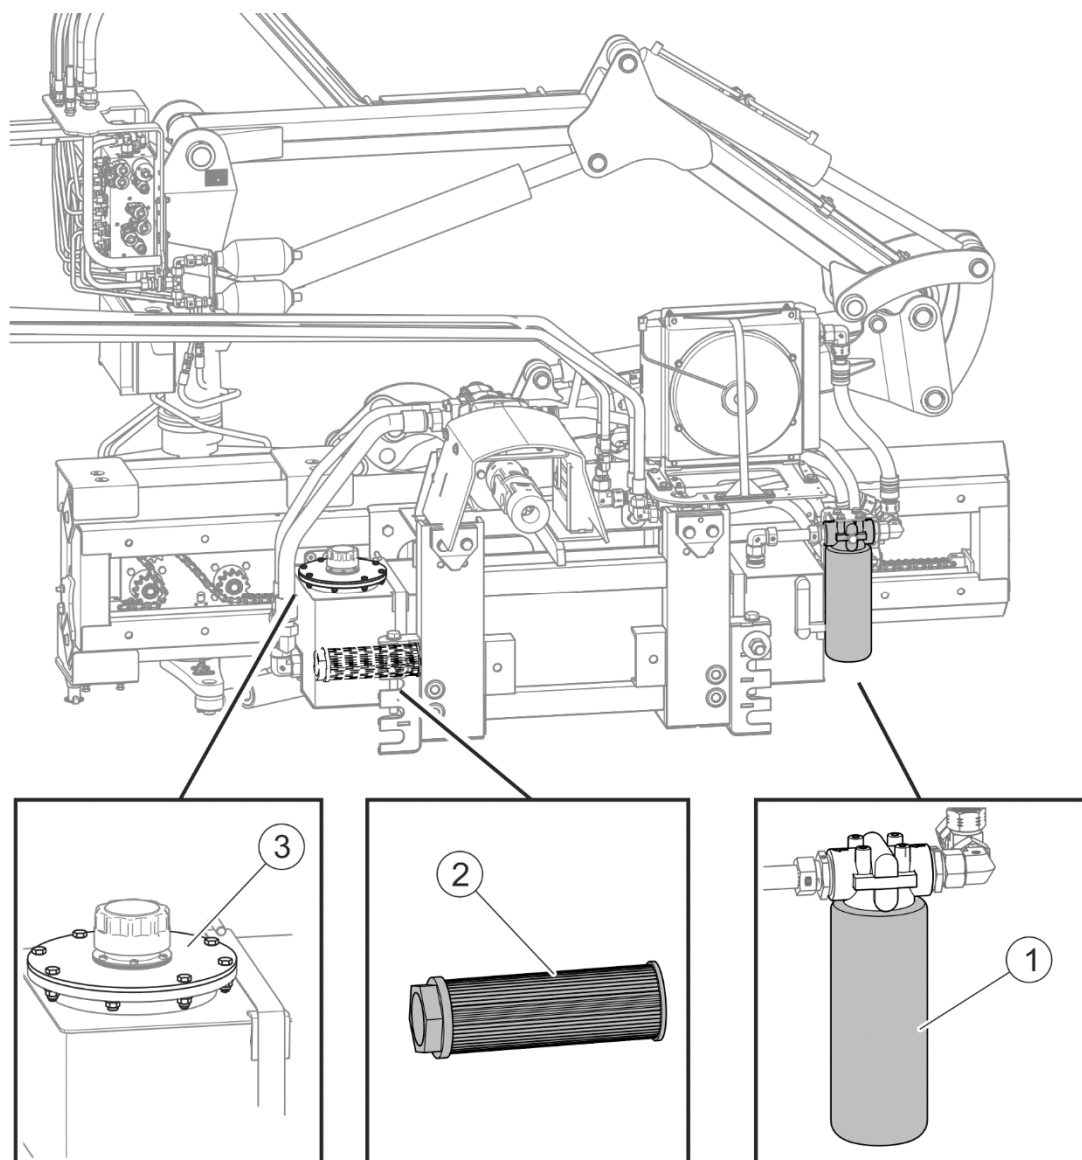

FIGURA 5.2 Filtrele uleiului în sistemul hidraulic
Înainte de alimentarea uleiului să schimbați filtrul de absorbție (2) (FIGURA 5.2) care se află în interiorul rezervorului de ulei.
La deșurubarea filtrului uzat de absorbție (2) sau filtrului de ulei (1) (FIGURA 5.2) este interzis să folosiți ciocanul, flexul etc. aceasta poate duce la deteriorarea corpului filtrului. Utilizați doar filtre recomandate de către producătorul utilajului (originale).
De fiecare dată înainte de a folosi utilajul și în timpul lucrărilor de întreținere trebuie verificată fixarea tuturor conexiunilor cu șuruburi. În cazul oricăror slăbiri ale conexiunilor, strângeți șuruburile cu un cuplu corespunzător de strângere (FIGURA 5.2), cu excepția cazului în care sunt dați alți parametri de strângere. Cuplurile se aplică șuruburilor de oțel nelubrificate.